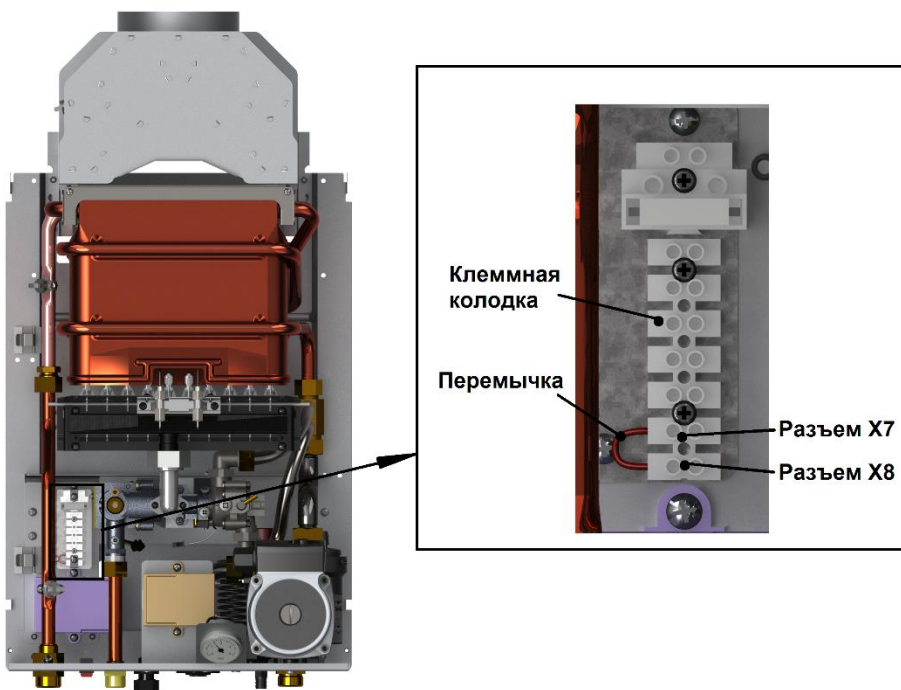

Рис. 2 Подключение соединительного кабеля к котлу BaltGaz 17
- 3) удалить перемычку между двумя разъемами клеммной колодки X7 и X8 (см рис. 2);